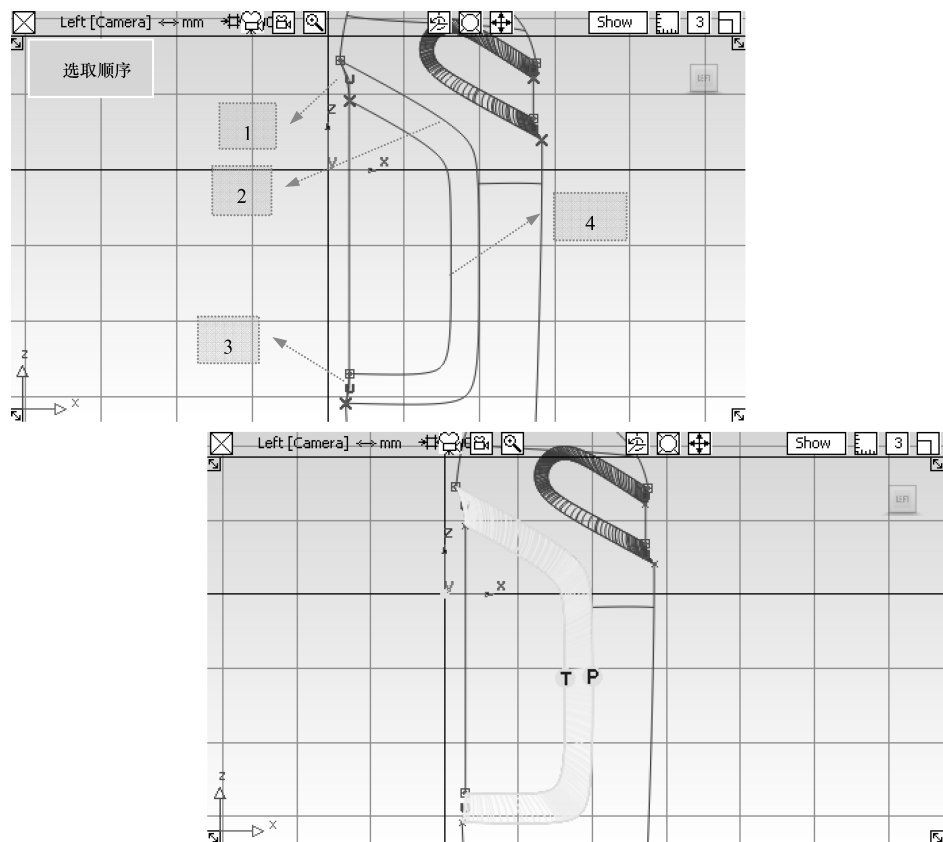

图 4-111 创建过渡曲面
- 40 单击【Square】工具对话框下面的【Next】按钮，以进行下一个四边成面的操作。保持原来的设置不变，在瓶体左侧拖动，依次选取创建的两条曲线，以及两个曲面的剪切边缘线，形成曲面，如图 4-111 所示。